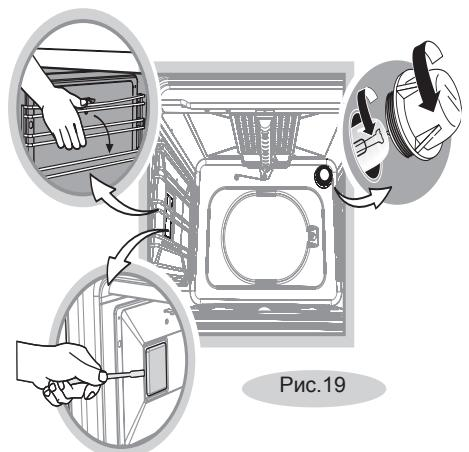

Рис.19
- Открутите стеклянный плафон (рис. 19).
- Плафон боковой подсветки, при наличии, снимается с небольшим усилием. (рис. 19).